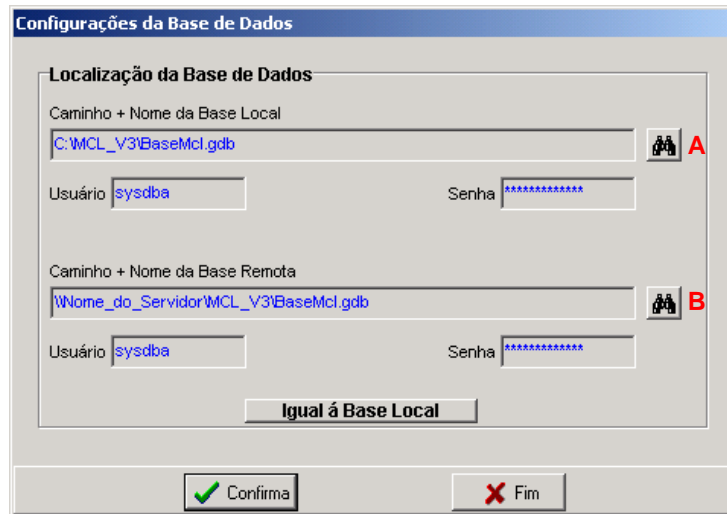

Figura 12 – Configurando a Base de Dados Remota
- d. Clique na opção "Configuração da Base de Dados" do menu "Configuração" para abrir a janela mostrada na **Figura 12**, abaixo.
- h. Para testar a configuração, clique na tecla indicada pela letra **B**, na **Figura 12**, abaixo. Se a configuração da base remota estiver correta, o MOP emitirá a mensagem "BASE LOCALIZADA COM SUCESSO".